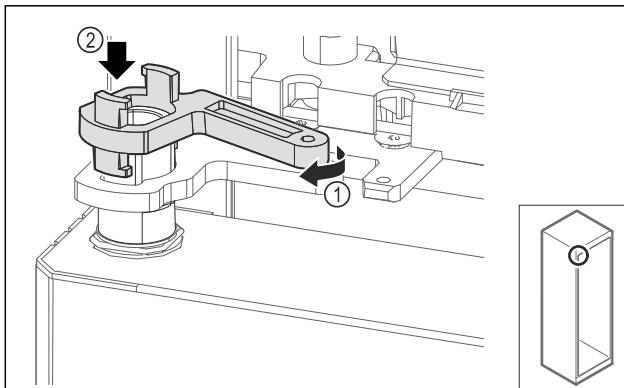

Fig. 70
- Завъртете леко блокировката на лагерната стойка Fig. 70 (1) и я поставете върху втулката Fig. 70 (2).